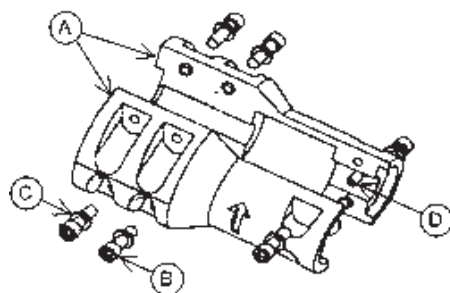

Figura 3: Acople del motor
2. Sujete el motor al adaptador de motor con los (4) pernos hexagonales provistos con la bomba. Vea la sección “Datos de ingeniería” en la página 8 de este manual para obtener el valor de par de torsión correcto.
3. Desensamble el acople (provisto con la bomba) quitando los (6) tornillos de cabeza hueca y arandelas entre las mitades del acople (vea la Figura 3). Guarde los pernos y el pasador de espiga para el reensamblaje.